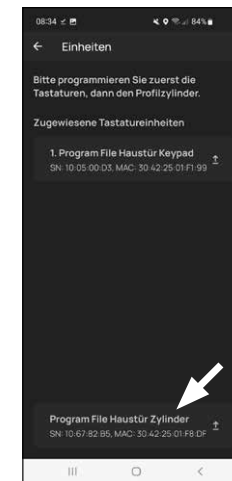

Abb. 10
- ⑩ Für die Übertragung der Zylinderdaten, tippen Sie auf „Programm File <Name Zylinder>“ (In diesem Beispiel „Haustür Zylinder“) (Abb. 10).